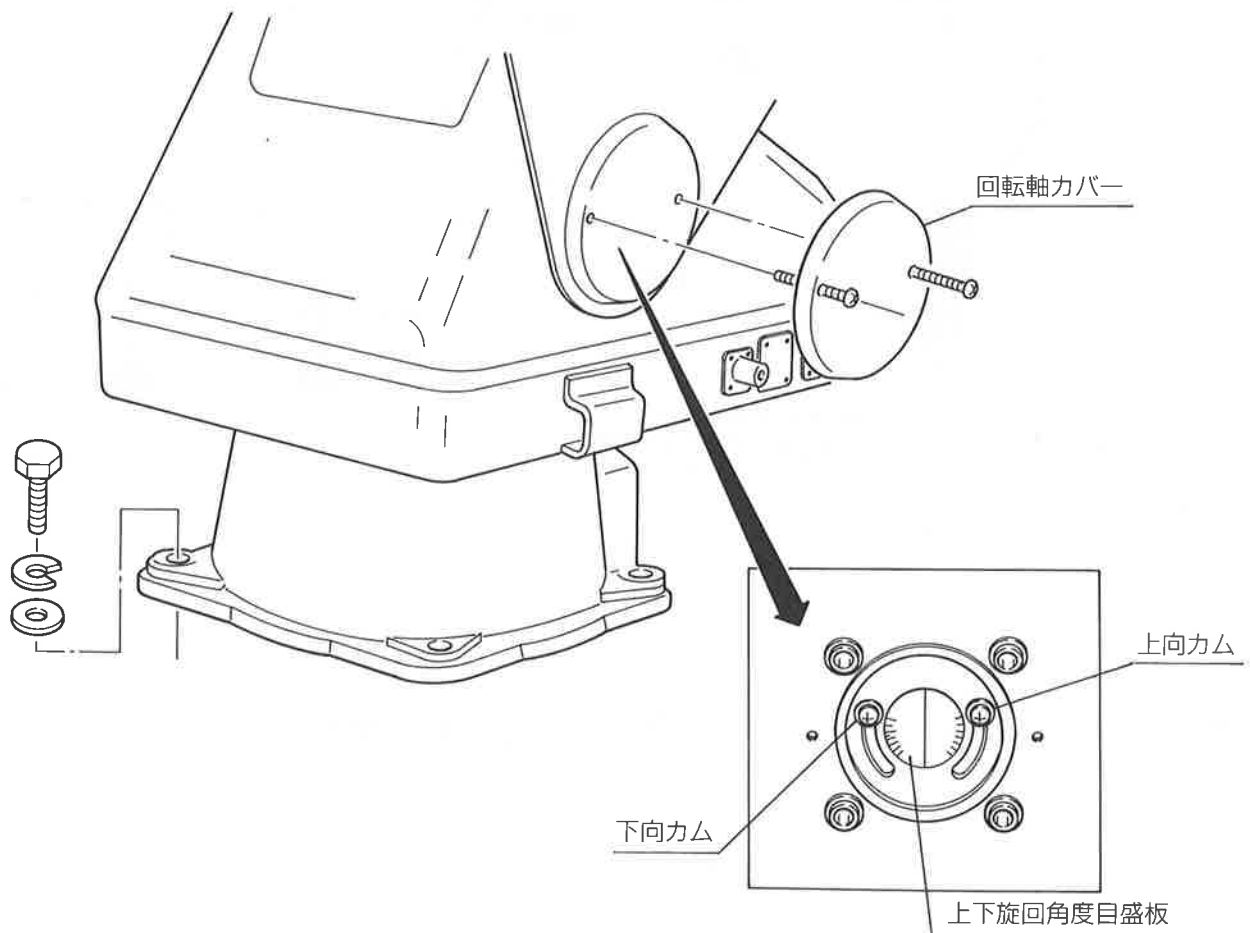

図13
- 旋回台を前面側から見て、右側の回転軸カバーの小ねじ（2本）をゆるめ、カバーを外しますと調節カムが現われます。（図13参照、小ねじには脱落防止のワッシャーがついています）。
- カメラハウジング取付台の水平位置を $0^{\circ}$ とし、下限位置を下向 $\ominus 70^{\circ}$ から $\ominus 10^{\circ}$ まで、上限位置を上向 $\oplus 20^{\circ}$ から $\ominus 40^{\circ}$ まで調節できます。この調節は、調節カムの止ねじを2回転くらいゆるめ、調節カムをそれぞれの設定角度目盛まで移動して固定します。（図13参照）